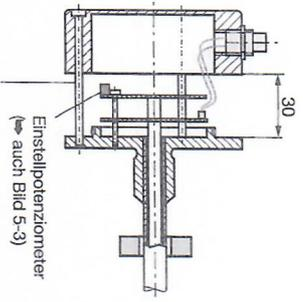

Bild 5-1: BTL-Gehäuseverschraubung
- Schritt: 3 Schrauben M4 x 30 lösen (→ Bild 5-1) und 3 Schrauben M4 x 60 einschrauben (nicht im Lieferumfang).